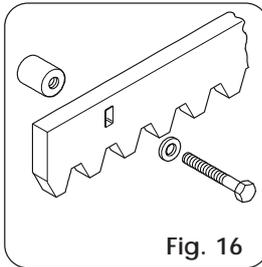

Fig. 16
**4.4.2. CREMALLERA DE ACERO PARA ENROSCAR (Fig. 16)**